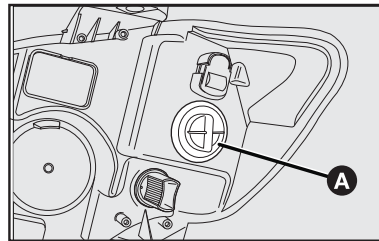

fig. 31
- 1) Retirar o porta-lâmpadas **A-fig. 31** girando-o no sentido anti-horário;